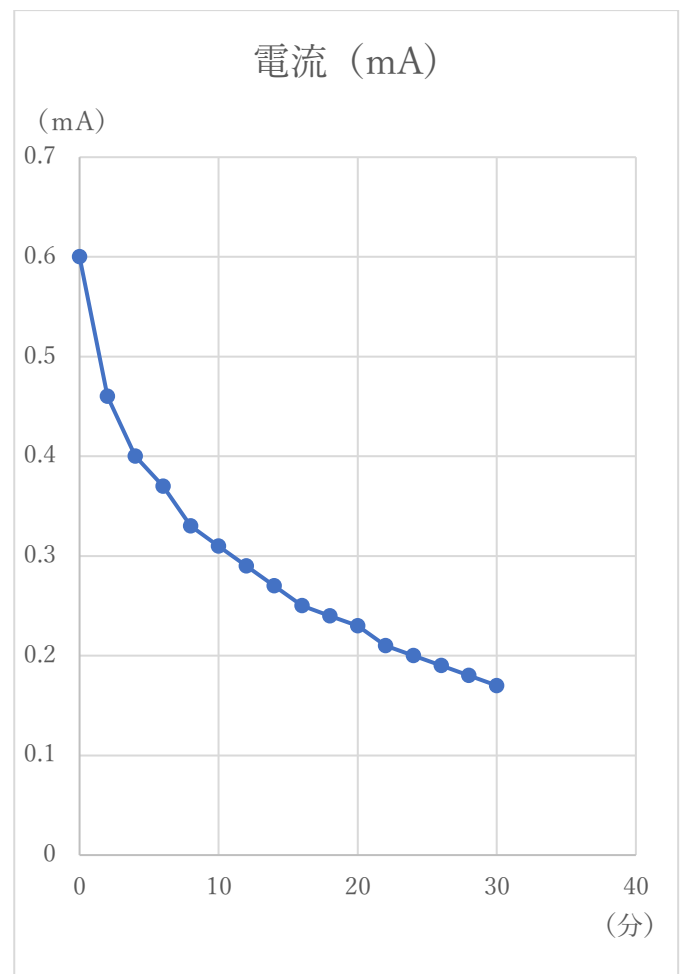

図5 40℃、1.0mol/Lの水酸化カリウム水溶液
- 時間の経過に従って発電される電流の値は小さくなった。(図5)